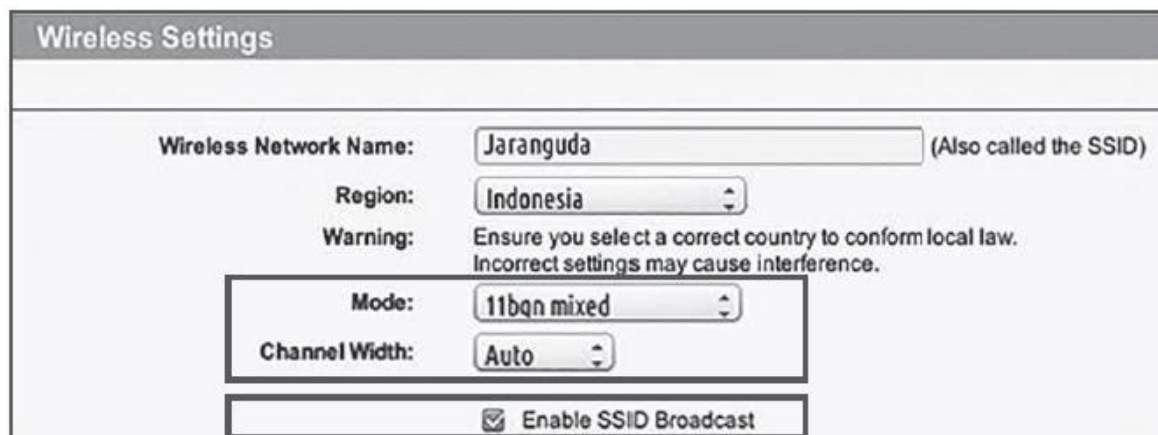

Рис. 1
2. Убедитесь, что в маршрутизаторе режим 802.11 настройки беспроводной сети является b/g/n mixed (смешанный режим b/g/n). (См. Рис. 1)
3. Убедитесь, что ширина канала / полосы пропускания маршрутизатора для беспроводной связи установлена на Авто или 20М или смешанную 20М / 40М. (См. Рис. 1)
4. Убедитесь, что маршрутизатор включает функцию широковещания SSID (SSID Broadcast) при подключении устройства к приложению. После успешного подключения вы можете ее закрыть. (См. Рис. 1)
являются частью его зоны скашивания (см. Рис. 1). Если после обозначения зоны скашивания остается избыточная длина ограничительной проволоки, обрежьте ее и храните эту дополнительную часть проволоки в отдельном месте. Важно оставить необходимую длину проволоки в том месте, где устройство подключается к зарядной базе, чтобы проволоку можно было подсоединить и при этом она оставалась под землей.